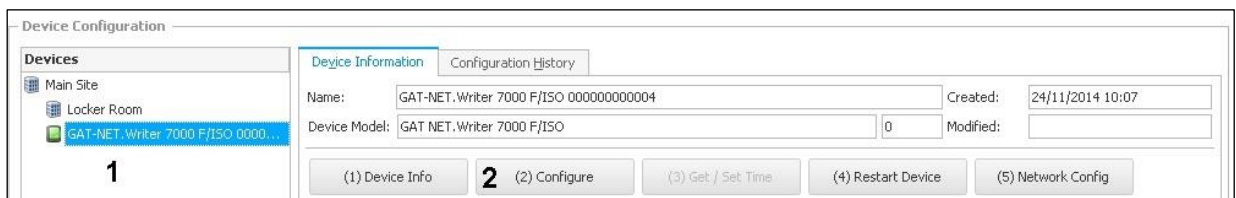

Bild 4.4 – Konfigurationseinstellungen anzeigen
- ▶ Wählen Sie den GAT NET.Writer 7000 F/ISO von der Gerätliste (1 in Bild 4.4).
- ▶ Klicken Sie auf "Configure" (2 in Bild 4.4).